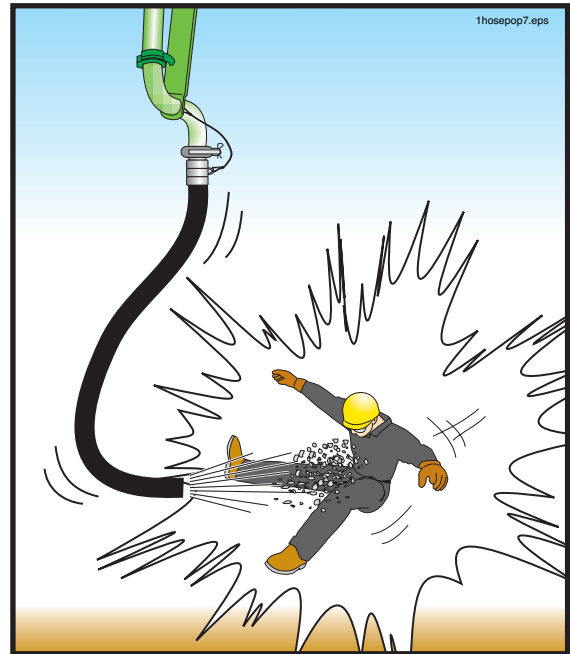

Figura 82
17.5 **⚠️ ADVERTENCIA** Cuando el operador esté cebando inicialmente el sistema de distribución, cuando vuelva a arrancar después de mover la máquina, cuando vuelva a arrancar la máquina después de agregar o quitar tuberías o mangueras o en cualquier momento en que haya aire en la tubería de distribución, manténgase a una distancia razonable y prudente alejado de la manguera de la punta o del punto de descarga. No se ponga cerca del extremo de descarga hasta que el material esté fluyendo constantemente y no haya movimiento del sistema de descarga (Figura 82). El aire comprimido que pueda haber en la línea podrá hacer que la manguera de caucho se mueva violentamente. Si el operador le previene que viene aire por el sistema de descarga, proceda como sigue: